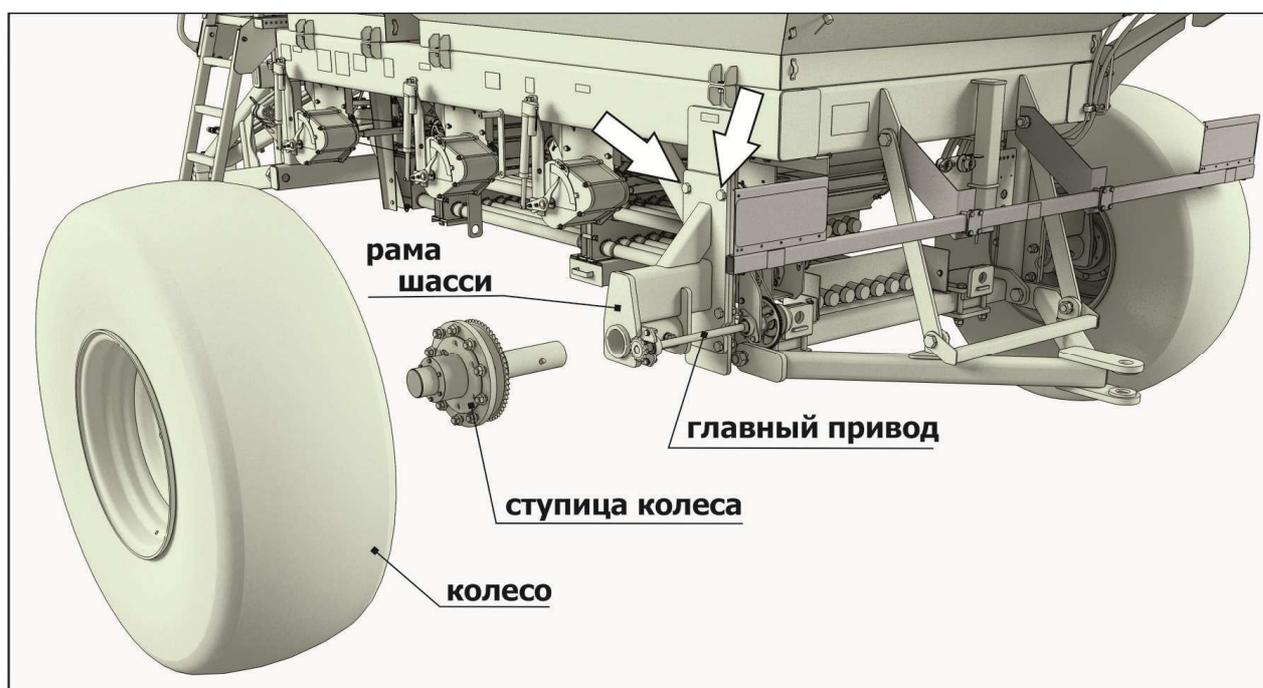

Рисунок 5.2 - Досборка
- 6) установить главный привод (рисунок 5.2);
- 4) установить раму шасси с обеих сторон машины (рисунок 5.2);
- 5) закрепить колеса со ступицами (рисунок 5.2);